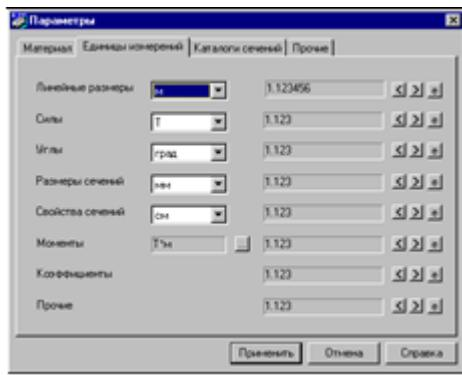

Рис. 2-6
2.3.2. Страница Единицы измерений (Рис. 2-6) определяет используемые единицы измерения величин. Она имеет две группы данных. В первой задаются единицы измерения, применяемые для определения размеров конструкции и сечений, нагрузок и усилий, углов. Для моментов предусмотрена возможность раздельного выбора единиц измерения сил и единиц измерения плеч (кнопка ).